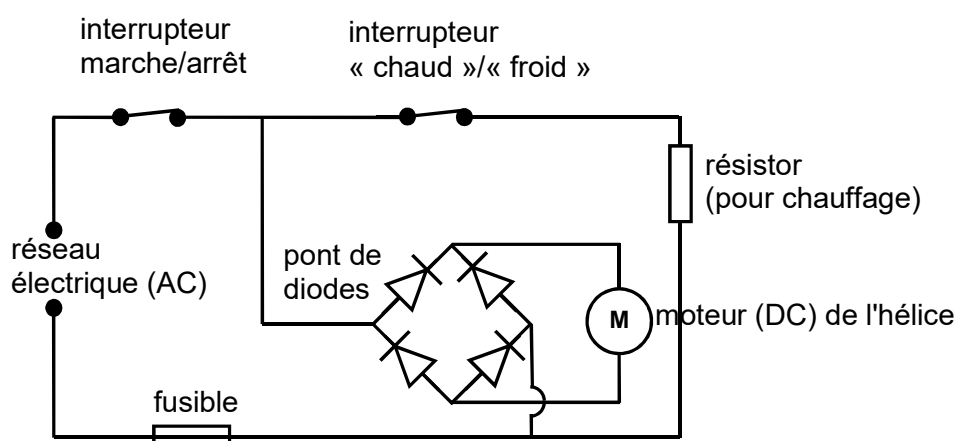

Figure 6 – Schéma électrique simplifié d'un sèche-cheveux
Un sèche-cheveux est alimenté par le réseau électrique en courant alternatif (AC) et est composé, notamment, d'un résistor qui permet le chauffage de l'air et d'un moteur électrique à courant continu (DC) qui met en rotation l'hélice entraînant l'écoulement de l'air (voir figure 6).